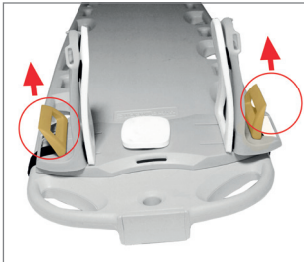
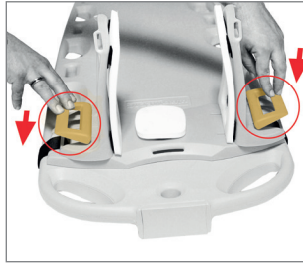

Bild 2a
Bild 2b
4. Drücken Sie beide Griffe des Fixierarmens zum Feststellen nach unten (Bild 2b). Für eventuelle Nachjustierungen ziehen Sie beide Griffe nach oben (Bild 2a). In dieser Position können Sie die Fixierarmen wieder bewegen.